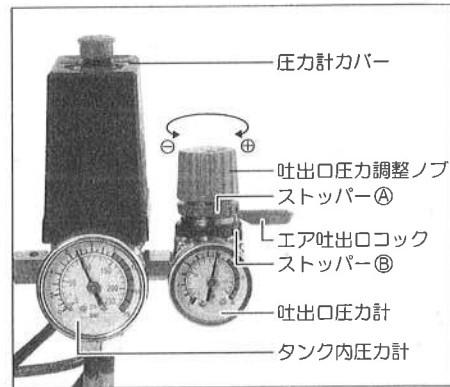

図8
- 吐出口の圧力を上げるときは調整ノブを⊕方向（右）に回して調整してください。（図8参照）
Ⓚ吐出口圧力調整ノブには、空転防止用ストッパーが付いています。（図8参照）